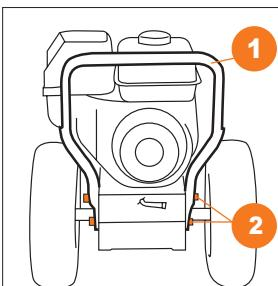

Рис. 5
- Закрепите нижнюю часть рукоятки ① к корпусу снегоуборщика с помощью четырех болтов и шайб ② (для S 6560 и 7565) (Рис. 5).